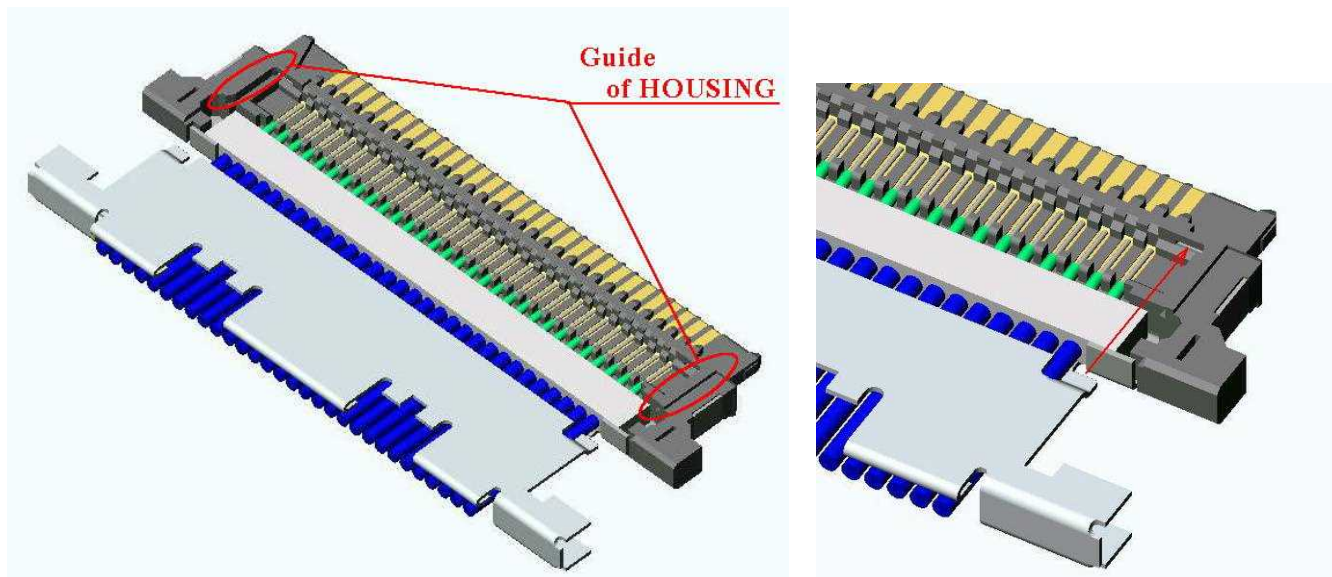

Fig.3 Assembly of SHELL A
① Fig.3 の様にケーブル側から HOUSING のガイド部に沿って SHELL A を組み付ける。